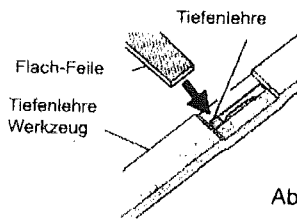

Abbildung 17
1. Fixieren Sie die Tiefenlehre (.025") fest über die Oberseite der zwei Schneideflächen. Achten Sie darauf, dass das Tiefenmaß in den Schlitz der Tiefenlehre eindringt. (Siehe Abbildung 17)